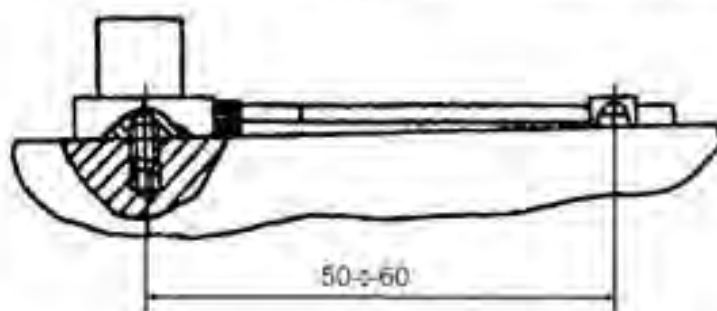

Рисунок 6.1
6.2 Установку вибропреобразователя на объекте с помощью стальной шпильки производить в следующем порядке (см. рисунок 6.1):